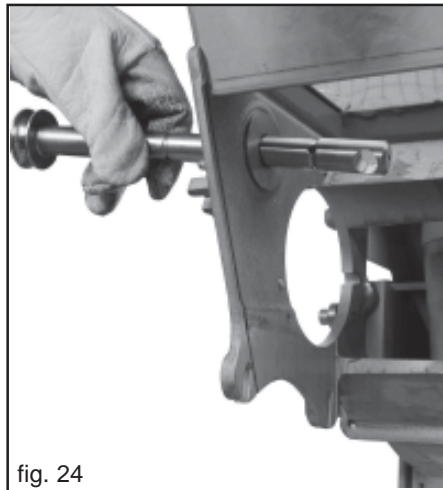

fig. 24
- 3) Extraire l'agitateur (Fig. 24), en prêtant attention à ne pas faire tomber le palier et le disque de protection sur le côté opposé.